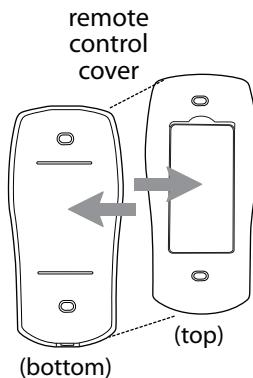

Fig. 6
- A. Gently pull on remote control cover to separate top and bottom parts. (See Fig. 6)
- A. Con cuidado separar la cubierta del control remoto, despegando la parte superior de la inferior. (Ver la Fig. 6)